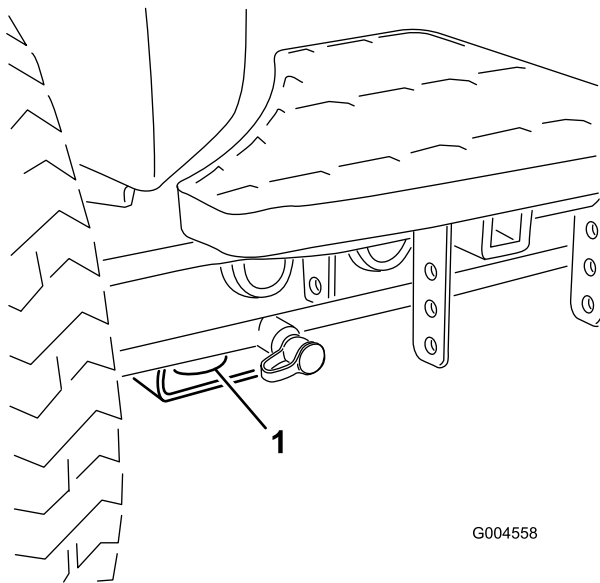

図 39
- 前各前輪の内側、アクスルチューブの下にある四角いパッド(図 39)